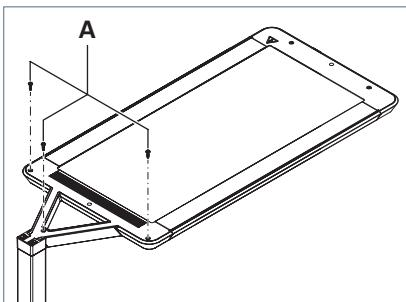

Fig. 9: Abdeckung festschrauben.
- ▶ Schrauben Sie die Abdeckung mit den drei Schrauben **A** fest, siehe Fig. 9.